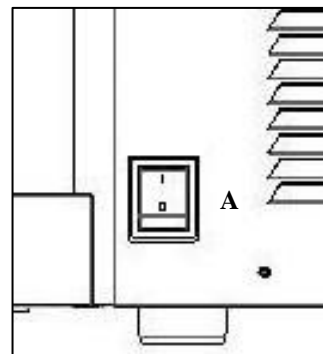

Abb. 6
- Den Stecker in die Stromsteckdose stecken und den Hauptschalter A (Abb. 6) einschalten. Damit wird der Touchscreen aktiviert, so dass die gewünschte Betriebsmodalität gewählt werden kann.